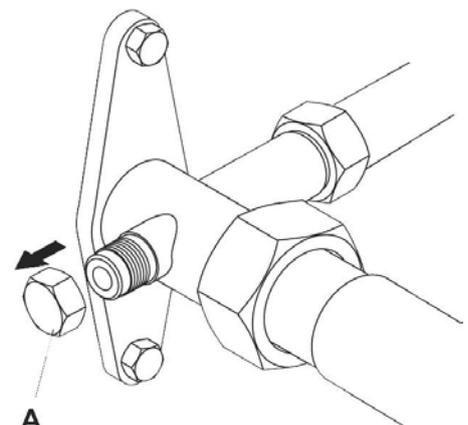

Fig.34
- Svitare il tappo di chiusura del raccordo di servizio della linea del gas (fig. 34 rif. A).